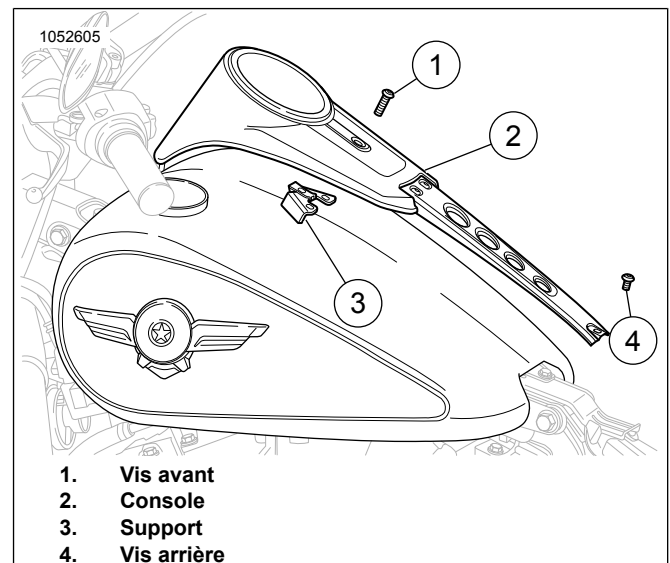
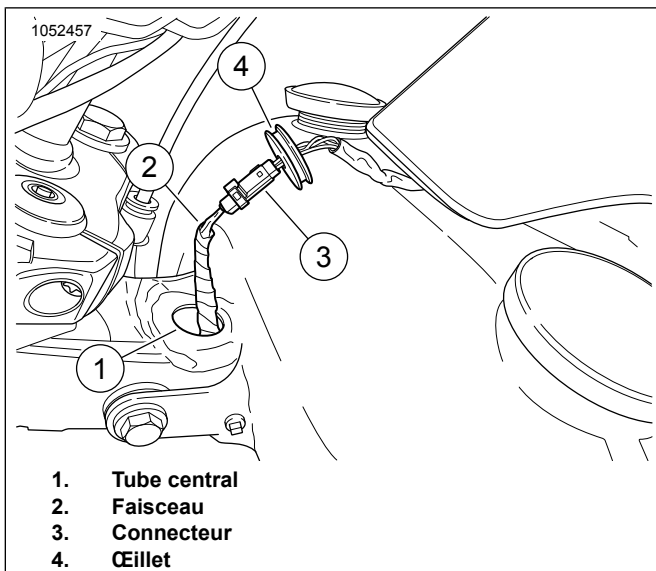

Figure 1. Console
Figure 2. Faisceau de console
1. Voir Figure 1. Détacher la console.
- a. Déposer la vis avant (1).
- b. Déposer la vis arrière (4).
- c. Déplacer la console (2) vers l'arrière.
2. Voir Figure 2. Débrancher le connecteur.
- a. Déposer l'œillet (4) du tube central (1).
- b. Tirer le faisceau (2) hors du tube central.
1. Voir Figure 2. Brancher le connecteur.
- a. Brancher le connecteur (3).
- b. Insérer le faisceau (2) dans le tube central (1).
- c. Placer l'œillet (4) dans le tube central.
2. Voir Figure 1. Installer la console.
- a. Aligner la console (2) sur le support (3).
- b. Installer la vis avant (1).
- c. Installer la vis arrière (4).